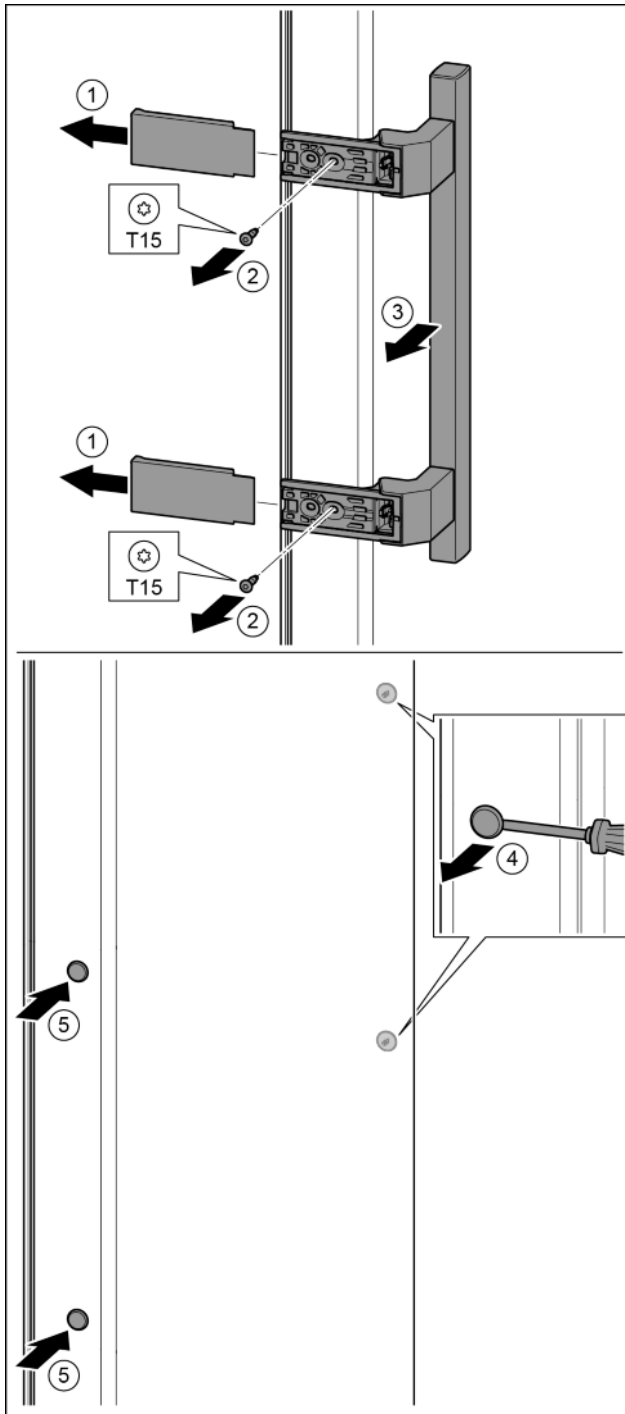

Fig. 19
- ▶ Свалете капака. *Fig. 19 (1)*
- ▶ С отвертка T15 отвийте винтовете. *Fig. 19 (2)*
- ▶ Свалете дръжката. *Fig. 19 (3)*
- ▶ С плоска отвертка внимателно повдигнете страничната тапа и я извадете. *Fig. 19 (4)*
- ▶ Отново поставете тапата от другата страна. *Fig. 19 (5)*